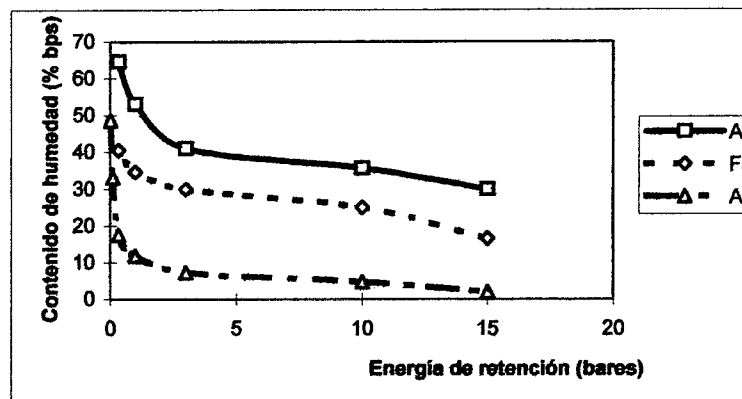

Figura 1. Curva de retención de agua en el suelo para diferentes texturas
Desde el punto de vista de la planta, interesa conocer cuál es la energía con que un volumen de agua está retenido por el suelo, información de mayor interés que la humedad que tiene ese suelo. La relación que existe entre el contenido de humedad del suelo y el potencial o energía con que está retenida esa humedad, se llama curva de desorción o retención de humedad (Figura 1).
Tal como se puede apreciar en la Figura 1, los contenidos de humedad del suelo a una misma energía de retención son diferentes según textura. Asimismo, se puede observar que los rangos de humedad del suelo entre dos energías de retención, (Por ejemplo, 1/3 y 15 bar) difieren también según textura. Este antecedente resulta de sumo interés cuando se desea precisar la cantidad de humedad o agua aprovechable en el suelo (HA), desde un punto de vista agrícola.